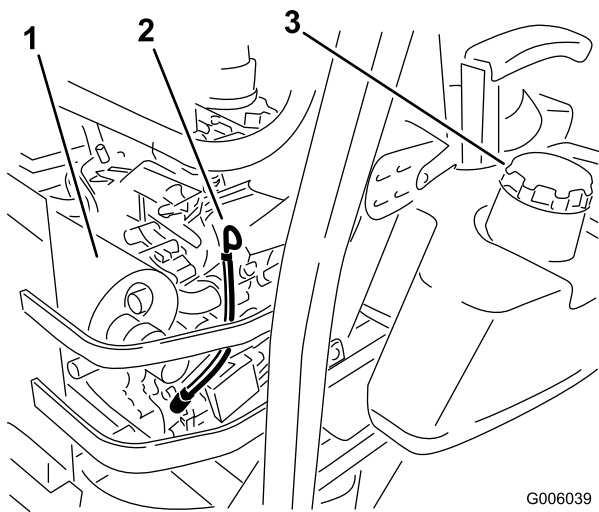

Figure 34
5. Nettoyez la surface autour de la jauge d'huile (Figure 34) pour éviter que des impuretés ne tombent dans le moteur.
6. Sortez la jauge d'huile et essuyez soigneusement l'extrémité métallique (Figure 34).
7. Enfoncez la jauge complètement dans le moteur. Ressortez la jauge et examinez l'extrémité métallique (Figure 34). Si le niveau est bas, versez lentement une quantité d'huile suffisante dans le goulot de remplissage pour amener le niveau au repère du plein.